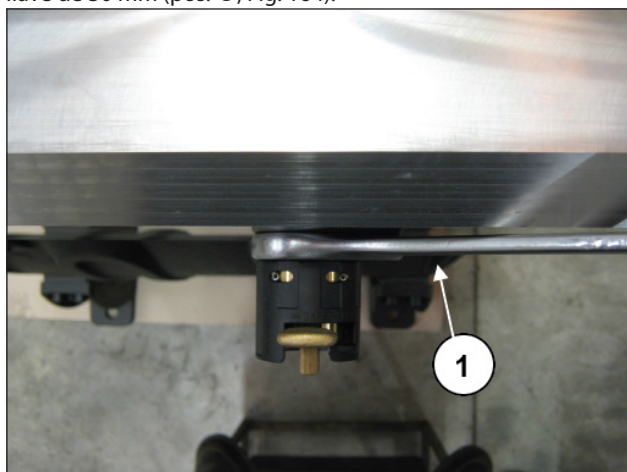

Fig. 164
Para extraer los grupos de válvula operar del siguiente modo: Desenroscar el dispositivo de apertura de las válvulas con una llave de 30 mm (pos. ①, Fig. 164).